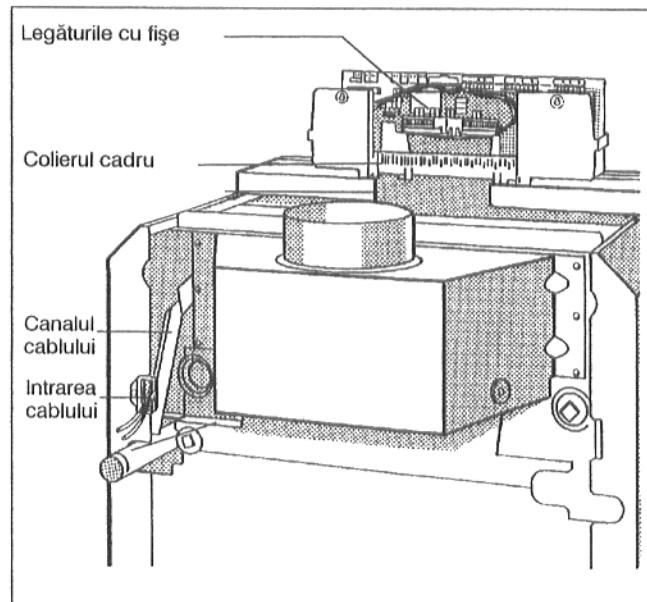
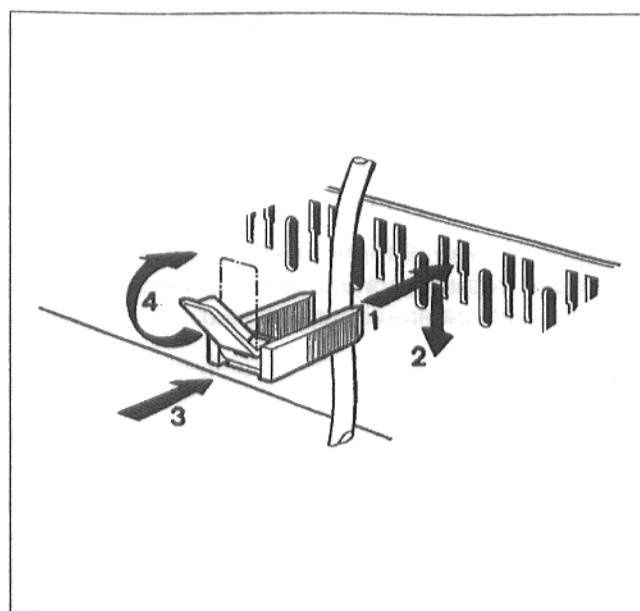

Fig. 17: Întinderea cablurilor și legăturile cu fișe; HS 431x spre exemplu
Fig. 18: Asigurarea conductei cu colier de cablu
- Conductele racordului electric realizate dinainte (din construcție) se vor conduce din spate prin intrarea cablului în canalul de cablu la aparatul de reglare (Fig. 17).
- Racordurile electrice realizate anterior – din construcție – se vor lega conform planului de conexiuni la legăturile cu fișe ale aparatului de reglare (Fig. 17).
- Se vor asigura toate conductele cu coliere de cablu: Colierele de cablu cu cablu intercalat se vor fixa de sus în șliturile colierului cadru (Fig. 17); capătul butonului trebuie să fie îndreptat în sus. Colierele cablului se apasă în jos și se presează. Butonul se comută în sus (Fig. 18).